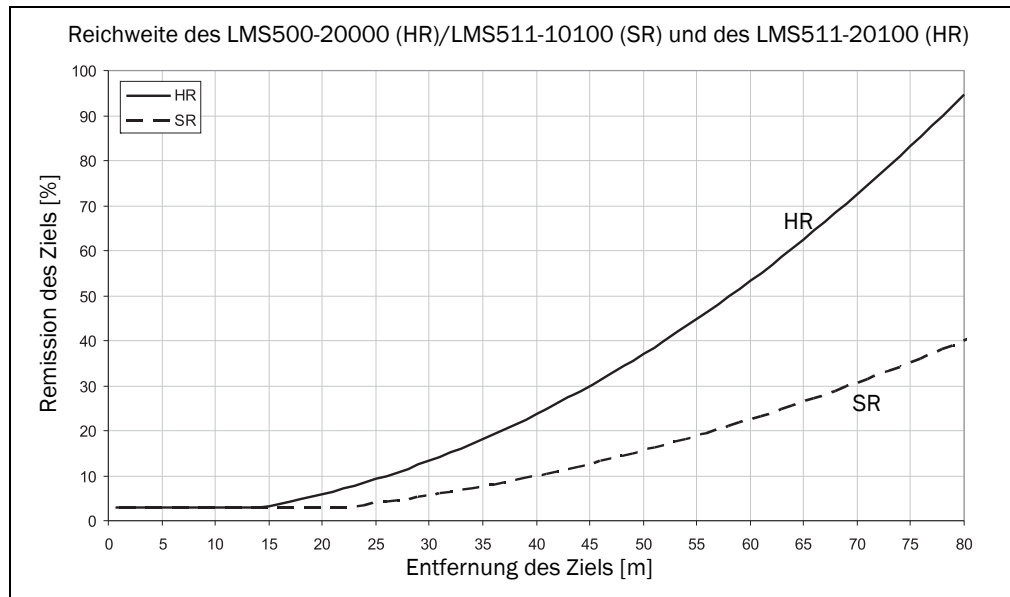

Abb. 12: Reichweite des LMS5xx in Abhängigkeit von der Remission des Ziels
Die Reichweite des LMS5xx ist abhängig von der Remission der zu detektierenden Objekte. Je besser eine Oberfläche die auftreffende Strahlung reflektiert, umso größer ist die Reichweite des LMS5xx. Das Diagramm in Abb. 12 zeigen den Zusammenhang von Remission und Detektierbarkeit auf.
Beispiel zu Abb. 12: Bis 15 m Abstand kann der LMS5xx (HR) Objekte ab 3% Remission erkennen. Bei 80 m Abstand werden nur Objekte sicher detektiert, die eine Remission > 95% haben.
- Das Diagramm in Abb. 12 gilt nur, wenn keine Filter konfiguriert sind.